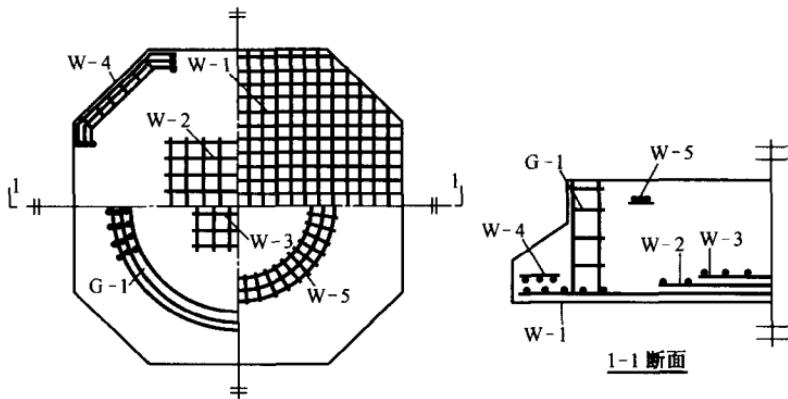

图 1-1-3 对称构件配筋的简化表示
1. 简化表示对称构件配筋的方法：当构件对称时，它的配筋图可以只用 1/2 或 1/4 的钢筋来表示整个构件的全部配筋，如图 1-1-3 所示，它表示的是某水池基础的简化配筋图，可以看出它的每部分配筋只画出了 1/4。